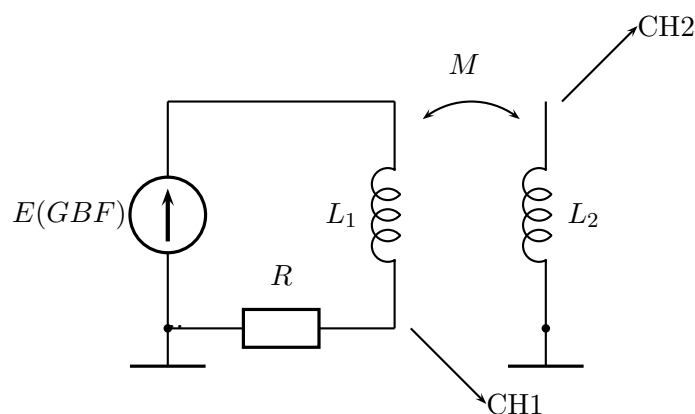

FIGURE 2 –
- On considère de la figure 2 avec  $R = 10^4 \Omega$ .
- Réaliser le montage de la figure 2 avec  $R = 10^4 \Omega$ .